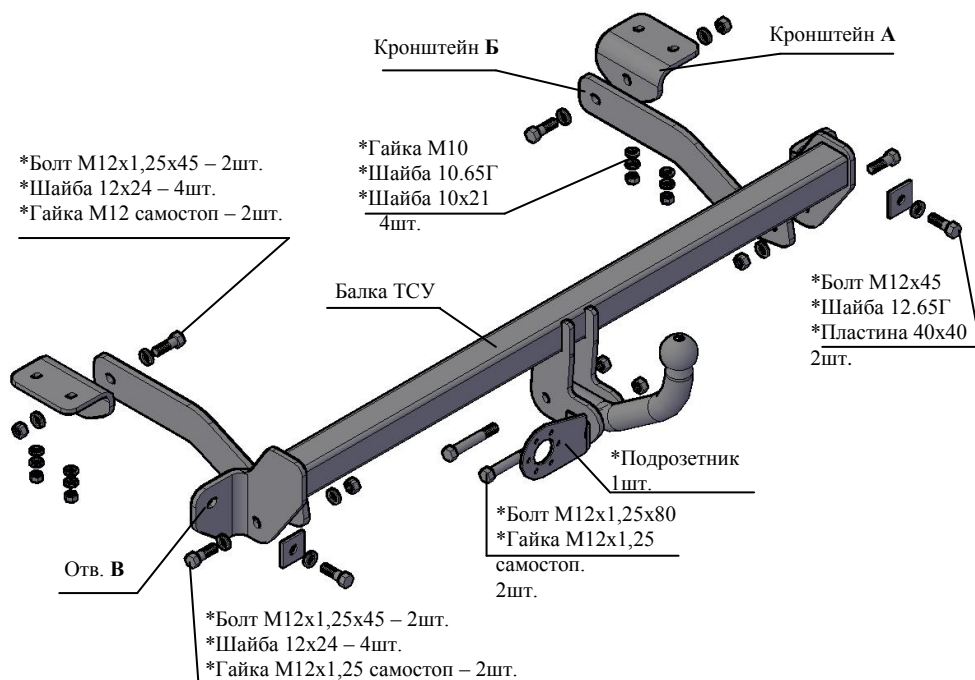

Рис.1 Тягово-сцепное устройство 9510
2.1 ТСУ 9510 в сборе (рис.1)	1 шт.
2.2. Пакет с комплектующими (см. рис.1)	шт.